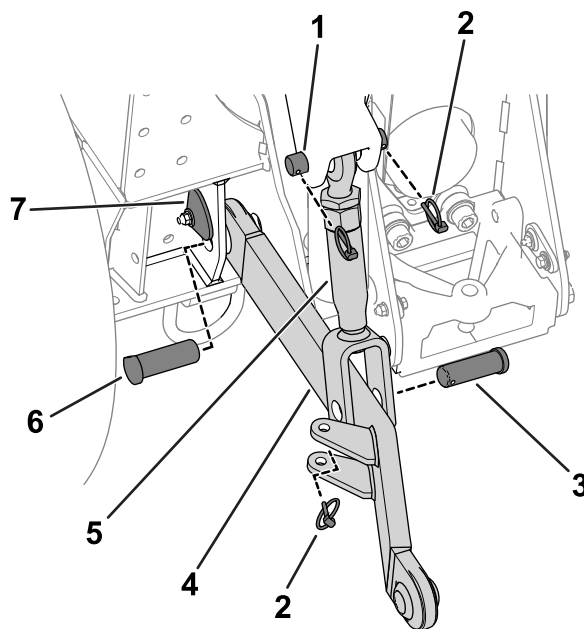
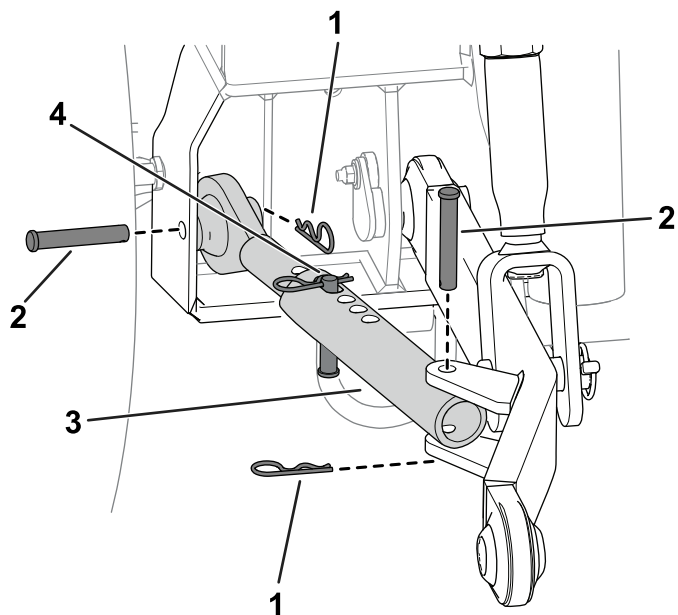

Figura 3
Figura 4
Nota: Figura 3 e Figura 4 illustrano il montaggio degli attacchi sul lato sinistro della macchina. Ripetete questa procedura per il lato destro della macchina.
- Utilizzate un perno dell'attacco di sollevamento e 2 coppie ad anello per fissare l'attacco di sollevamento ai bracci di sollevamento della macchina (Figura 3).
- Sollevate la piastra del perno (Figura 3), esponendo il perno.
- Rimuovete il perno inferiore (Figura 3).
- Posizionate l'attacco di tiraggio come illustrato nella Figura 3.
- Inserite il perno inferiore attraverso il telaio e il giunto dell'attacco di tiraggio (Figura 3).
- Utilizzate un perno con testa e una coppiglia ad anello per fissare l'attacco di sollevamento all'attacco di tiraggio (Figura 3).
- Utilizzate un perno con testa e una coppiglia a forcina per fissare gli attacchi di oscillazione al telaio della macchina (Figura 4).
- Utilizzate un perno con testa e una coppiglia a forcina per fissare l'attacco di oscillazione all'attacco di tiraggio (Figura 4).
- Montate un perno con testa e una coppiglia a forcina all'attacco di oscillazione (Figura 4).